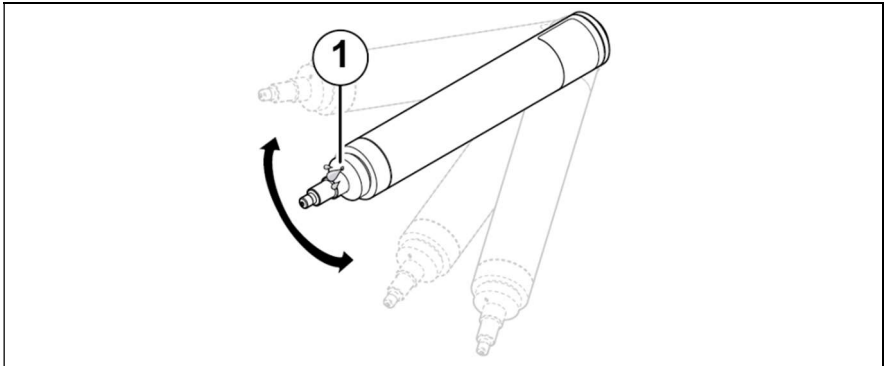

Abb. 10: Sensorkörper trocken schütteln
- ▶ Sensorkörper mehrfach trocken schütteln (siehe Abb. 10, S. 25).